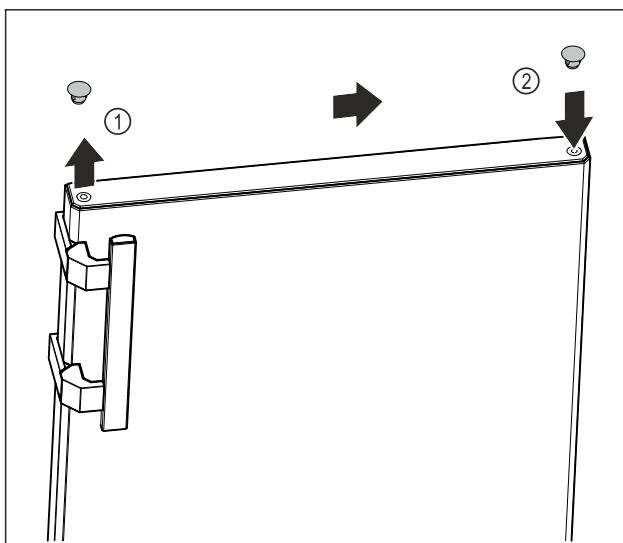

Fig. 14
- ▶ Осторожно поднимите заглушку в верхней части двери Fig. 14 (1) при помощи шлицевой отвертки.
- ▶ Установите заглушку на противоположной стороне. Fig. 14 (2)